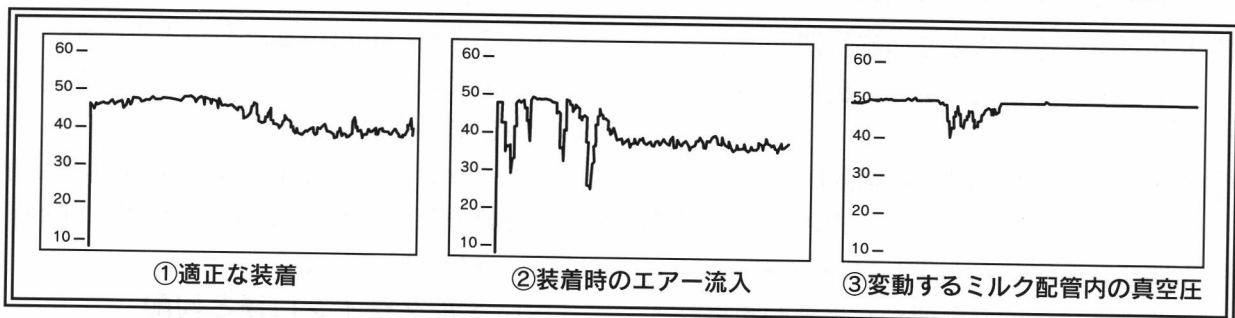

図1 クロー内圧とミルク配管内圧の変動
(1) エアーの流入（ライナー装着時、ライナーズリップ）
ライナー装着時のエアーを吸うことによる弊害は、すでに装着した乳頭へ生乳が逆流したり、他の搾乳中の牛へ真空圧の変動を起こしたりします。図1は装着時のクロー内圧を測定したのもです。①はエアーが入っていませんが、②は4本のライナーからのエアーの流入がはっきりとわかります。③は②の時のミルク配管の真空圧の変動です。